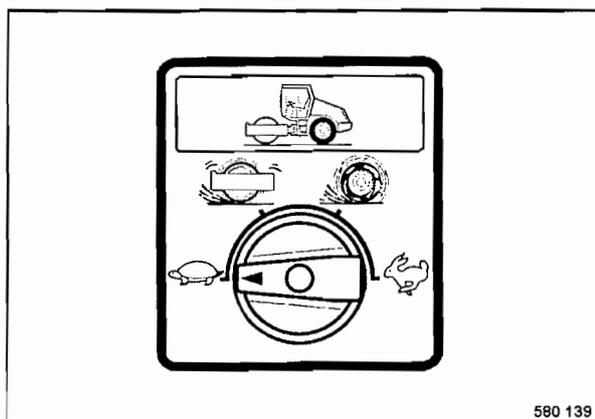

Fig. 35
- Preseleccionar el nivel de marcha deseado (Fig. 35).